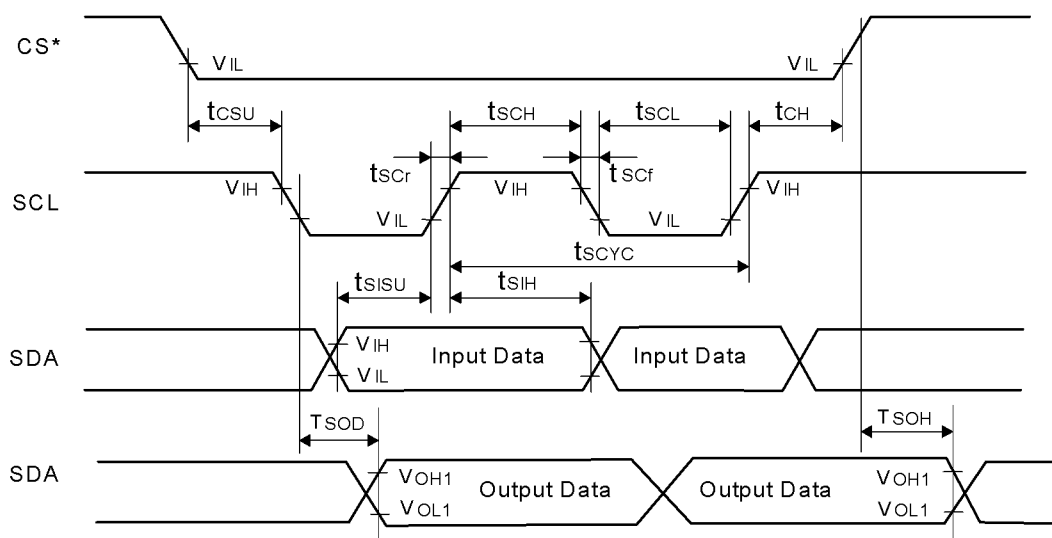

Fig. 2 (图 2)
7.3.2.Clock-synchronized Serial Interface Timing Characteristics (Fig.2)
(クロック同期シリアルインターフェースタイミング特性) (図 2)